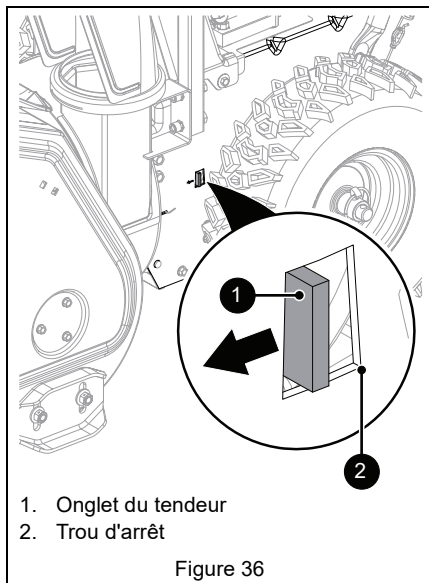

Figure 36
4. Avec l'embrayage de l'entraînement de traction désenclenché, vérifier que l'onglet du tendeur touche le bord frontal de l'orifice d'arrêt. Voir Figure 36.